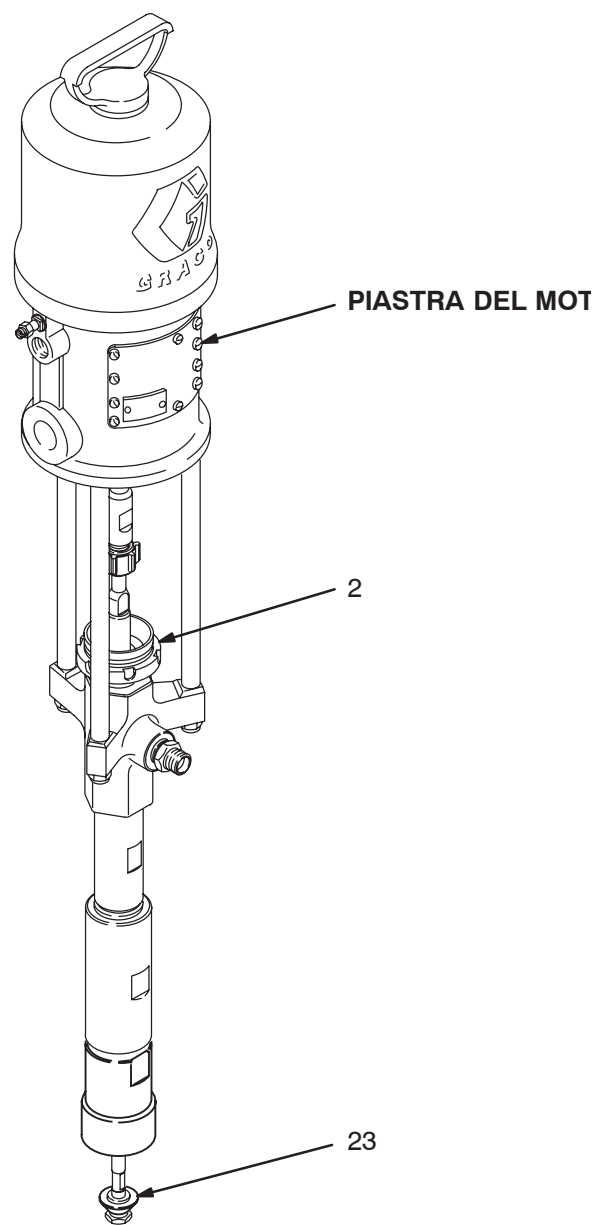

Fig. 2
Le parti mobili possono schiacciare o amputare le dita. Quando la pompa è in funzione, il pistone di adescamento (2) (che si trova all'ingresso della pompa) e il pistone del motore pneumatico (che si trova dietro alle piastre del motore) si spostano. Vedere Fig. 2.